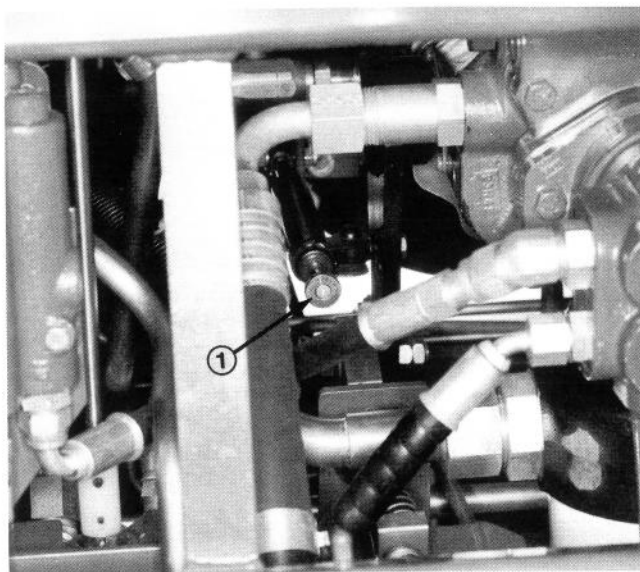

Fig. 19
In linea di massima la manopola di regolazione del pedale di trazione (Fig. 19) deve essere avvitata a fondo. Per rifinire, o per ottenere una risposta più rapida, svitare la manopola di regolazione di 1 o 2 scatti.
4. Girare la manopola di regolazione del pedale di trazione in senso orario per incrementare la pressione (lenta risposta), oppure in senso antiorario per diminuirla (rapida risposta)(Fig. 19).